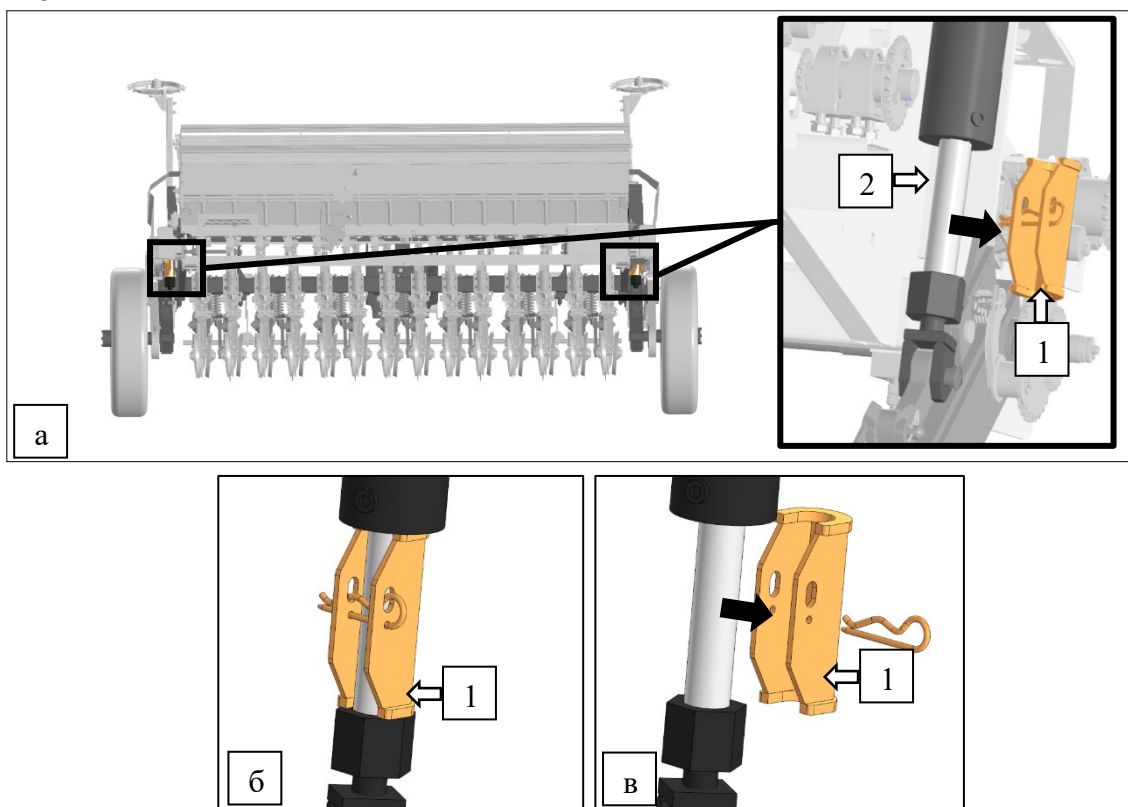

Рисунок 5 – Транспортировочные упоры:
4. Полностью поднять сошники и демонтировать транспортировочные упоры (1) со штоков гидроцилиндров (2) опорно-приводных колёс (в двух местах). Упоры поместить на хранение в ЗИП, рис.5.